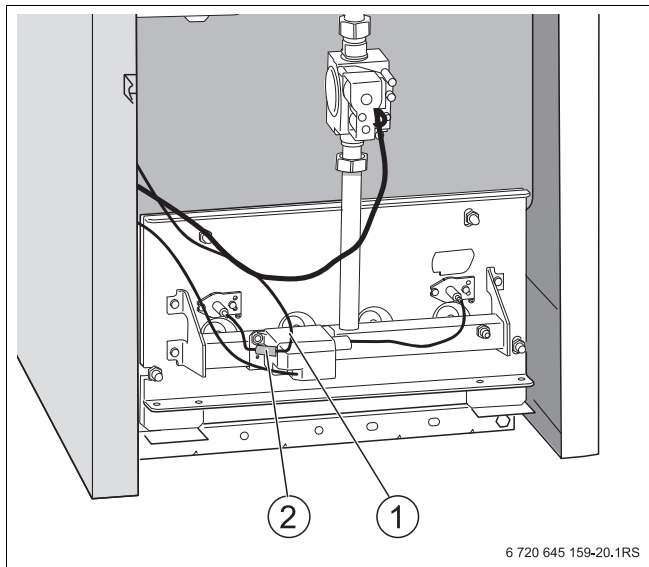

Рис. 31 Удаление контактного предохранителя
- Удалить контактный предохранитель (Рис. 31, поз. 2) на контрольном кабеле (Рис. 31, поз. 1) и вынуть штекер.
- Удалить контактный предохранитель (Рис. 31, поз. 2) на контрольном кабеле (Рис. 31, поз. 1) и вынуть штекер .